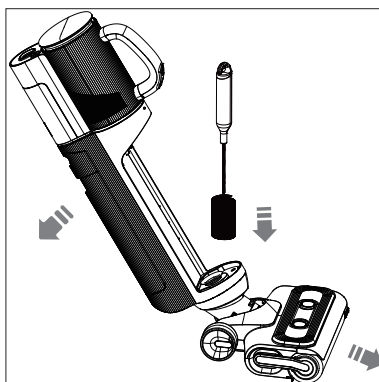

Fig. 20 – Limpieza del tubo
- ▶ Limpie el tubo de agua sucia hasta el pie de limpieza con el cepillo de limpieza suministrado (véase Fig. 20).